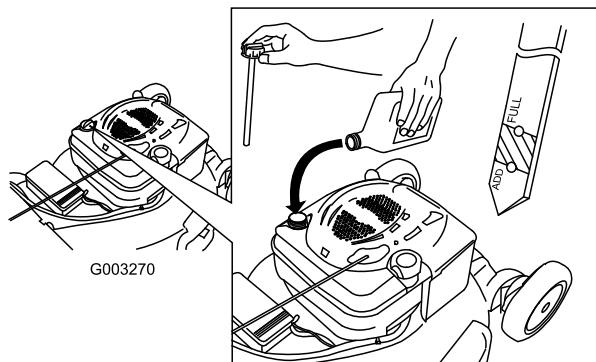

Figure 36
- Sortez de nouveau la jauge et contrôlez le niveau d'huile ; voir Figure 36.